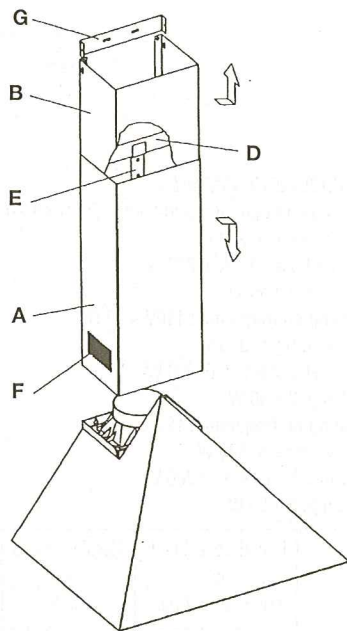
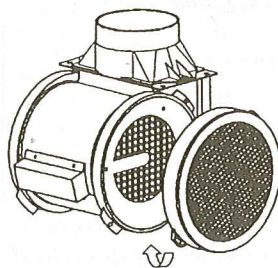

Fig. 2
Fig. 4
De wasemkap kan ook als een luchtzuiverings- apparaat gebruikt worden als het niet mogelijk is om de wasemkap met de buitenlucht te verbinden. In dit geval wordt de luchtcirculatie via opening F (afb.2) gerealiseerd. Hierbij is het gebruik van koolstoffilters onontbeerlijk, die als aparte accessoires besteld dienen te worden. Voor een goede werking dienen de koolstoffilters minimaal om de drie maanden vervangen te worden (afb.4).
- Op de muur de plaats van steun E (afb.2) aftekenen volgens de maten en specificaties van de bijgevoegde sjabloon.
- De buis A (afb.2) met daarin het uitschuifbare gedeelte B plaatsen en erop letten dat het plaatje D (afb.2) op de juiste wijze aan steun E bevestigd wordt.